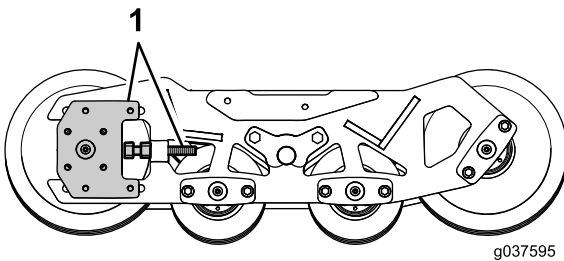
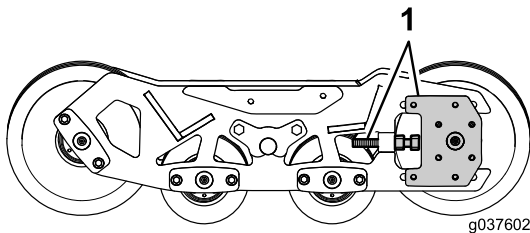

Figura 13
Figura 14
- Coloque el bastidor del chasis para que los ajustadores de oruga queden alejados del centro de la máquina, como se muestra en Figura 13 y Figura 14.
Nota: Figura 13 y Figura 14 muestran únicamente los ajustadores de oruga externos, no los internos.